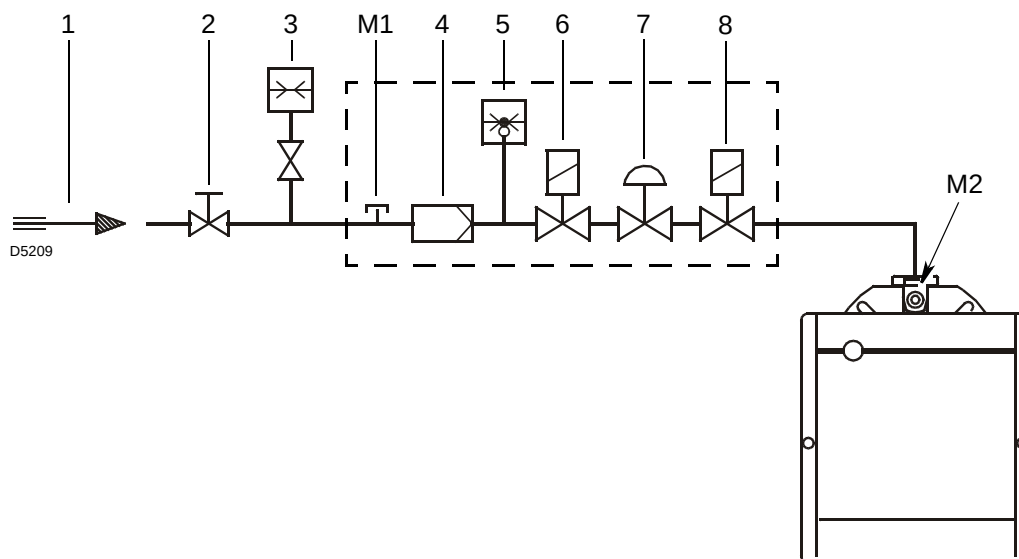

Fig. 14
Leyenda (Fig. 14)
Presión del gas medida en la toma M2)(Fig. 14), con:
- sustraer de la presión del gas en la toma M2)(Fig. 14) la presión cámara de combustión.
Presión del gas en la toma (M2)(Fig. 14) = 12,2 mbar
Para conocer la presión del gas necesario en la toma M2)(Fig. 14), fijada la potencia máxima de modulación a la cual se desea que funcione el quemador:
- Leer a la derecha, columna 1, la presión en la toma M2)(Fig. 14).
presión necesaria en la toma M2)(Fig. 14).